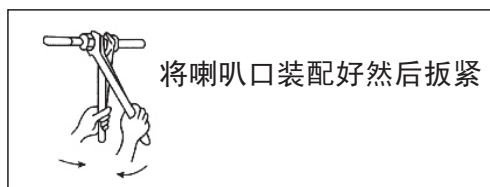

图19
- (3) 用两把扳手按图19那样双手用力且参照表 (5) 的扭矩牢固地扳紧。